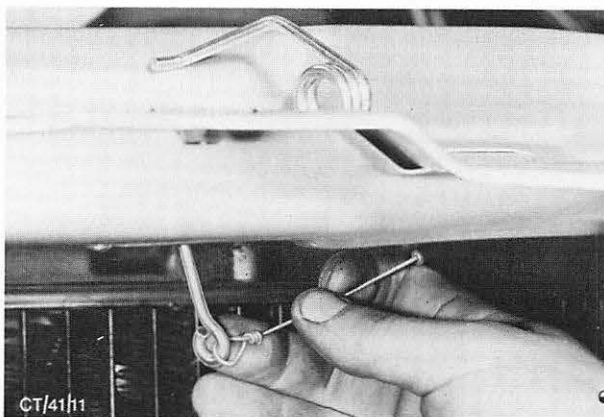

Abb. 46 Aushängen des Haubenzugs von der Schenkelfeder (Zugang durch Kühlergrillöffnung). Lage der Feder im Querträger beachten!
3. Nach Aushängen des Haubenzugs, Schenkelfeder wie erforderlich bewegen, um sie durch den Ausschnitt im Querträger herauszunehmen. Abb. 46.